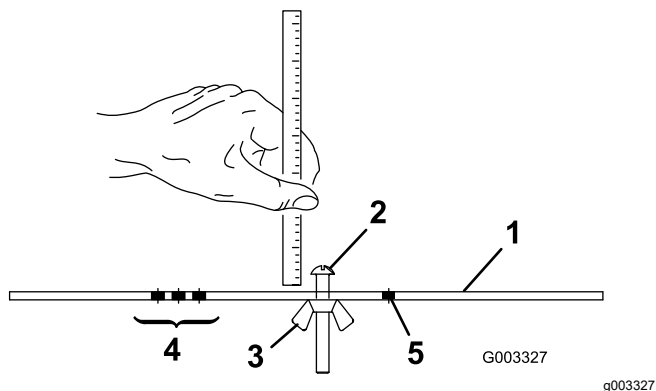

Figura 16
2. Allentate il dado sulla barra indicatrice (Figura 16) e fissate la vite di regolazione all'altezza di taglio desiderata.